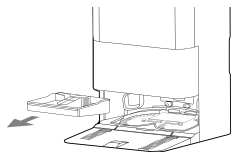

Fig. 24
1. Tapotez doucement sur la poignée centrale du châssis de la station de base et tirez vers le haut pour retirer le plateau de nettoyage de la station de charge (plateau de nettoyage). [Fig. 24]